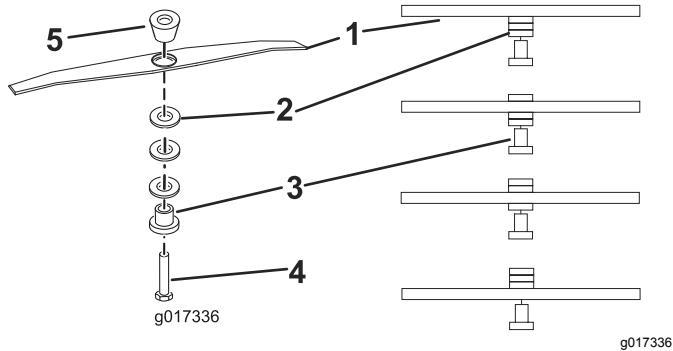

図 13
5. 希望する刈高にあわせてスペーサをセットし、ブレードリテナーとスペーサ図 13 をもう一度取り付け、 $25 \text{ N}\cdot\text{m}=2.5 \text{ kg.m}=18 \text{ ft-lbs}$ にトルク締めする。